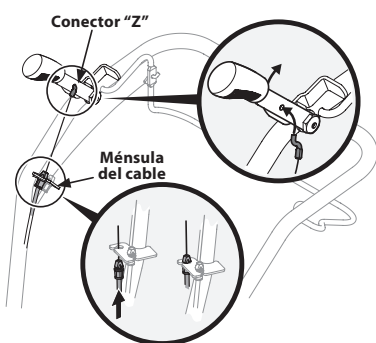

Figura 7
- Tire el cable del embrague de marcha atrás (si lo tiene) con el accesorio rojo arriba a través del orificio superior del soporte del cable y empuje el conector del cable por el agujero hasta que la ranura en el conector encaje en su sitio. Vea la Figura 7.
- Coloque el conector Z dentro del orificio en el mango del embrague de marcha atrás desde el interior del mango hacia el exterior. Vea la Figura 7.